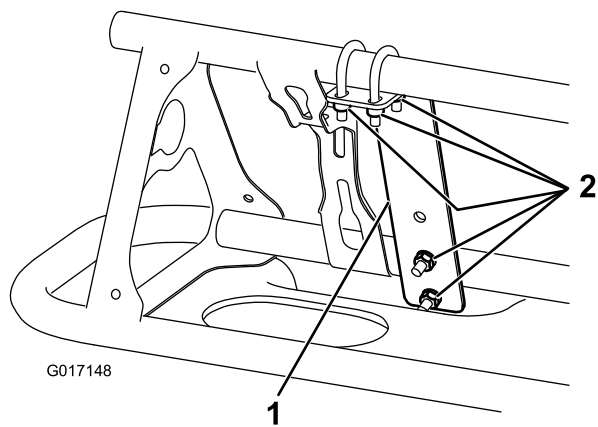

Figure 9
1. Posez un support de fixation sur l'avant de chaque rampe, près de la buse extérieure, au moyen de 3 étriers filetés et 6 contre-écrous (1/4") (Figure 8 and Figure 9).